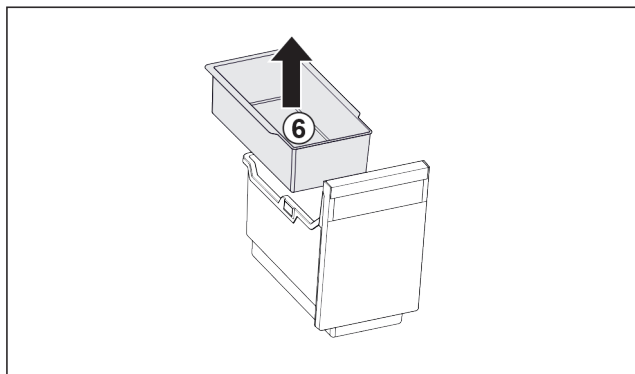

Fig. 105
- ▶ Tag holderen i døren Fig. 105 (6) ud.